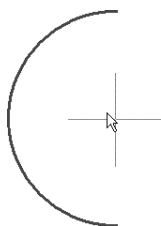
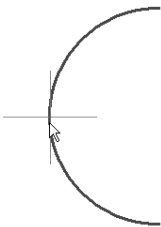

图 3-52 确定圆弧圆心
图 3-53 确定圆弧半径
(1) 选择菜单栏中的“放置”→“绘图工具”→“弧”命令或在原理图的空白区域右键单击鼠标, 在弹出的菜单中选择“放置”→“绘图工具”→“弧”命令, 此时光标变成十字形。
(2) 将光标移到指定位置，单击鼠标左键确定圆弧的圆心，如图 3-52 所示。此时，光标自动移到圆弧的圆周上，移动鼠标可以改变圆弧的半径。单击鼠标左键确定圆弧的半径，如图 3-53 所示。